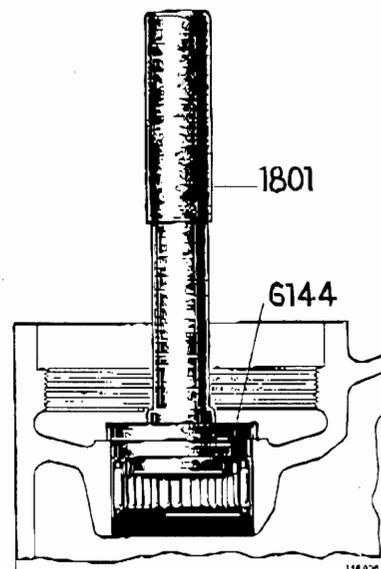

Bild 68. Ipressning av nållager
1. Pressa i nållager (45) för snäckskruven i huset med 6144 + 1801. Bild 68.
2. Placera huset på 2911 och pressa i kullager (22) med 2806.